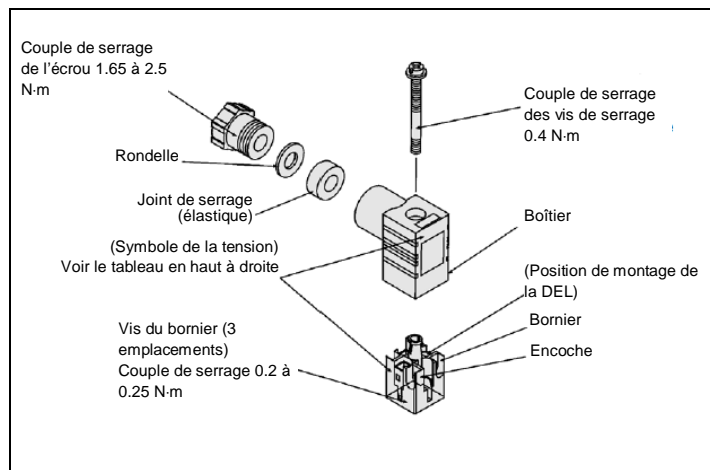

Figure 3
3.12 Comment installer la connecteur DIN – voir Figure 3